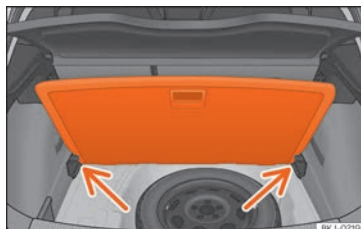

Abb. 119 Variabler Gepäckraumboden: geneigte Stellung.
- Legen Sie den Gepäckraumboden auf die dafür vorgesehenen Aufnahmen »» » **Abb. 119** [Pfeile].